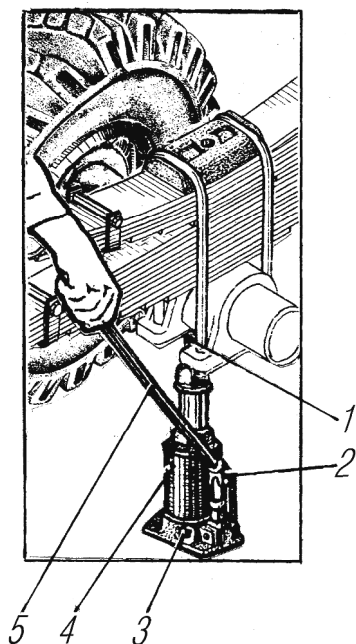

Рис. 121. Пользование домкратом:
- установить домкрат в нужное положение, вывернуть винт **1** (рис.121) на требуемую величину, при слабом грунте для увеличения площади опоры предварительно положить под основание домкрата прочную доску или другой плоский предмет;